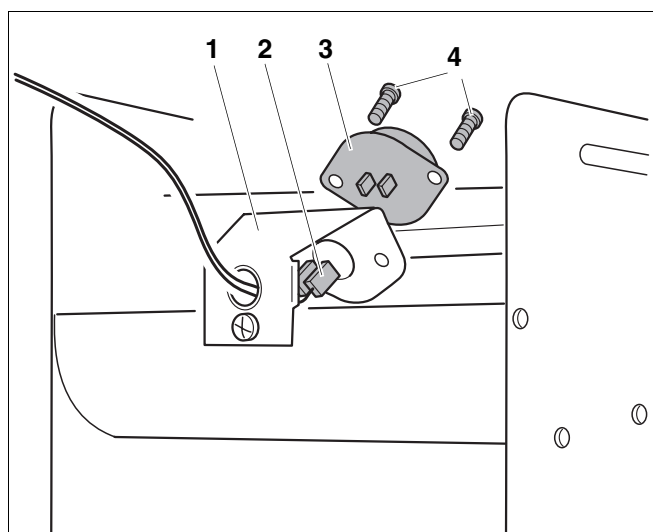

Рис. 7 Замена датчика уходящих газов
- Отвинтить держатель (рис. 7, поз. 1) защиты при понижении расхода воды.
- Вытянуть кабельный штекер (рис. 7, поз. 2) из датчика уходящих газов (рис. 7, поз. 3).
- Отпустить два винта (рис. 7, поз. 4).